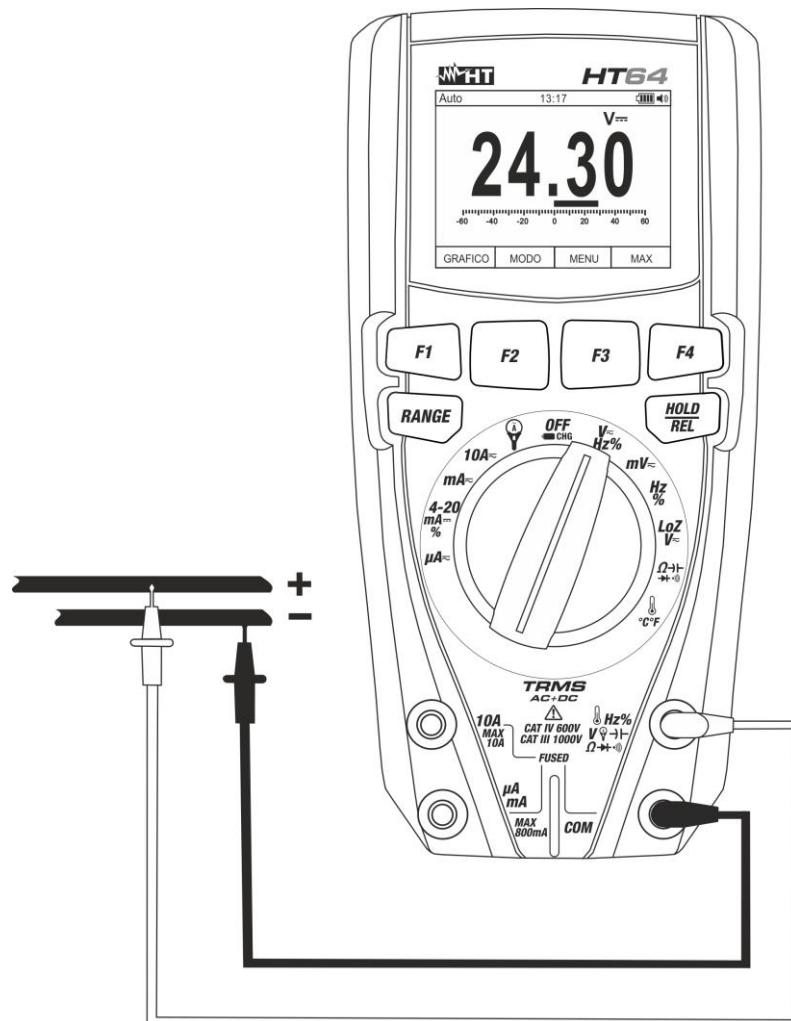
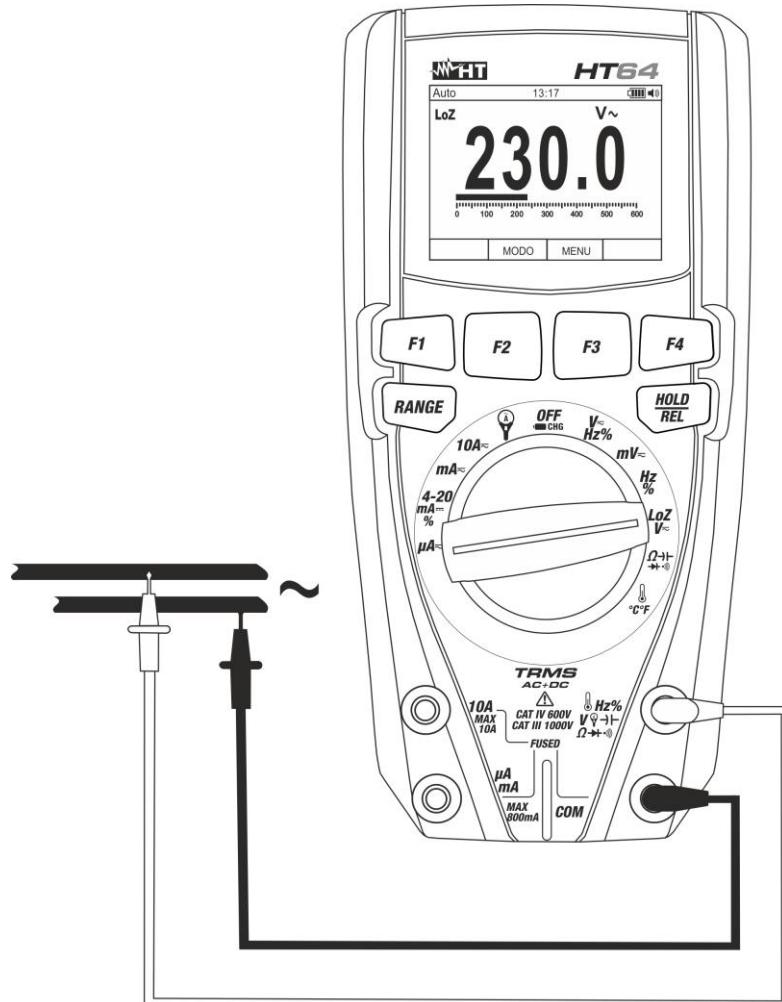

Fig. 22: Uso do instrumento para a Medição de Tensões CC, CA+CC
Fig. 24: Uso do instrumento para a Medição de Tensões CA/CC com a função LoZ
3. Colocar a ponteira vermelha e a ponteira preta respetivamente nos pontos com potencial positivo e negativo do circuito em exame (ver Fig. 22). O valor da tensão é apresentado no display.
5. A visualização do símbolo "-" no display do instrumento indica que a tensão tem um sentido oposto em relação à conexão da Fig. 22.
4. Colocar a ponteira vermelha e a ponteira preta respetivamente nos pontos do circuito em exame (ver Fig.24) para a Medição de Tensões CA ou nos pontos com potencial positivo e negativo do circuito em exame (ver Fig.22) para a Medição de Tensões CC. O valor da tensão é apresentado no display.
6. A visualização do símbolo "-" no display do instrumento indica que a tensão tem sentido oposto em relação à conexão da Fig.22.